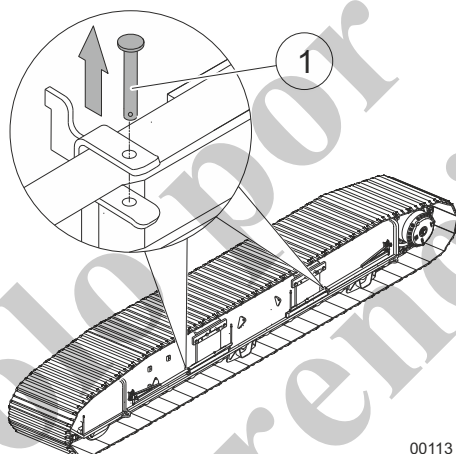

Fig. 128 Desbloqueo de la protección de la gama de giro
- 1 Tire del perno de bloqueo (1, Fig. 128) para sacarlo de la protección de la gama de giro.